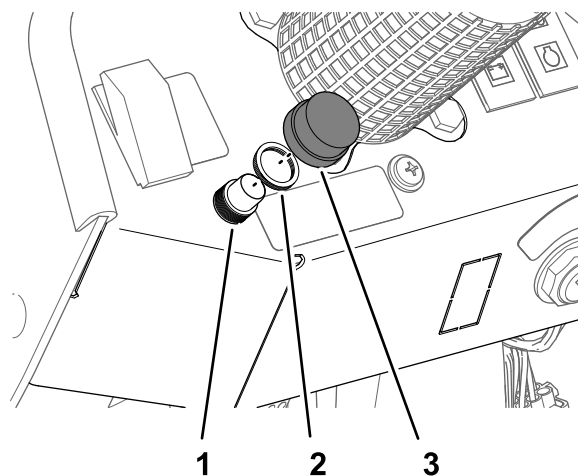

Bild 27
- Befestigen Sie den Hupenschalter mit der Rändelmutter ($\frac{5}{8}$ " am Armaturenbrett und ziehen Sie die Mutter mit der Hand an (Bild 27).
- Schrauben Sie die Taste auf das Gewinde des Hupenschalters (Bild 27).